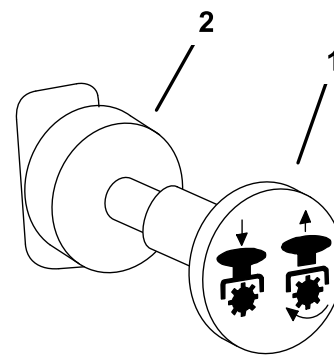

Figura 11
4. Mueva la toma de fuerza (PTO) a la posición Desengranada (Figura 11).
1. Ponga la toma de fuerza en la posición de Desengranado (Figura 11).